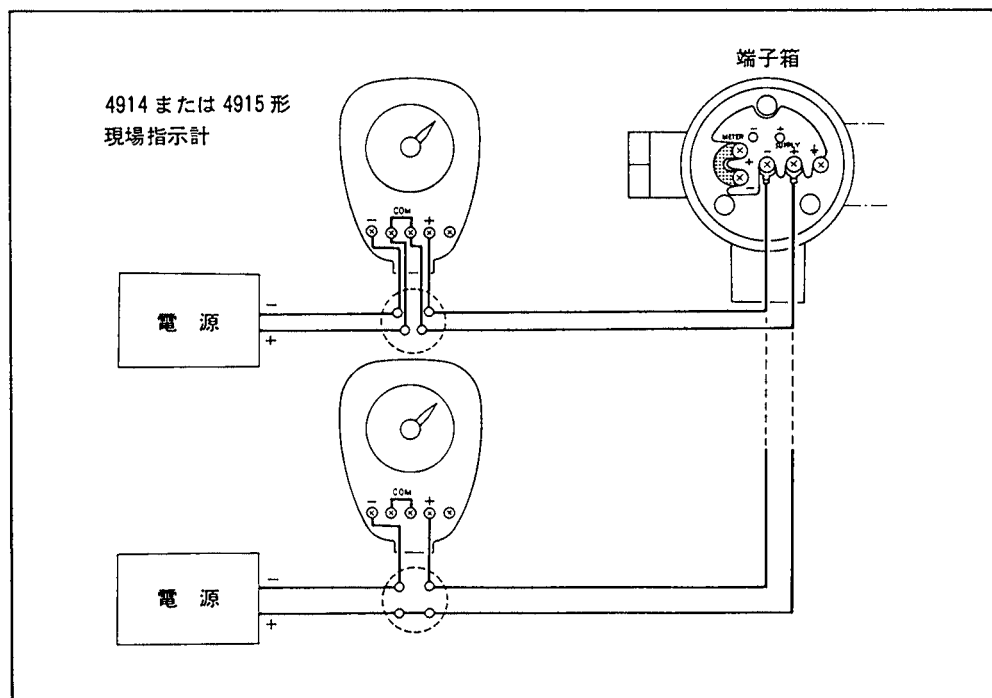

図 4.10 現場指示計の接続 (2)
(4) (3)項の方法の他に，メータ接続端子のジャンパを取付けたまま図4.10のように配線することもできます。
(5) 端子箱カバーを取付けます。耐圧特殊防爆形の場合は錠締金具を必ず締めてください。